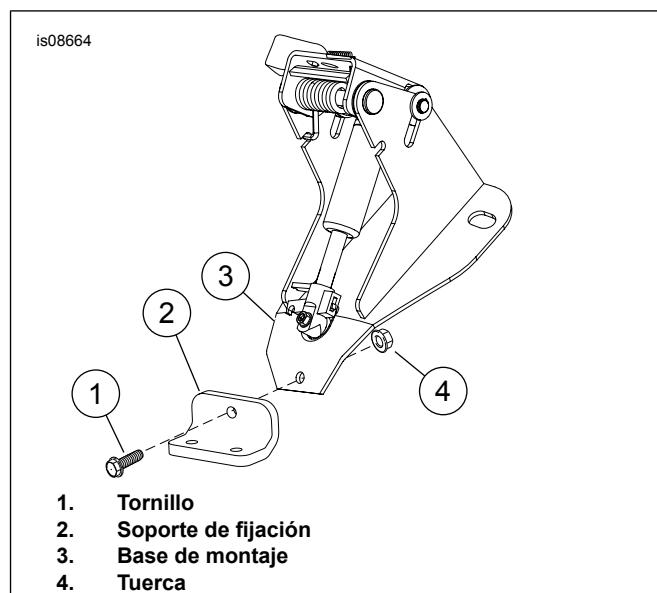

Figura 5. Instale el soporte
3. Vea Figura 5 . Acople la pieza de soporte de montaje (2) a la base de montaje (3).
4. Instale el tornillo (1) y la tuerca (4) como se muestra. Deje flojos los sujetadores.